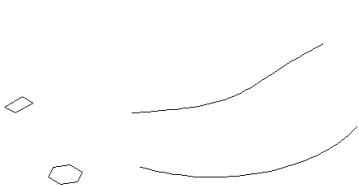

图 13-62 绘制结果
- 04 使用【正多边形】、【矩形】、【样条曲线】和【圆弧】命令，绘制如图 13-62 所示的对象。